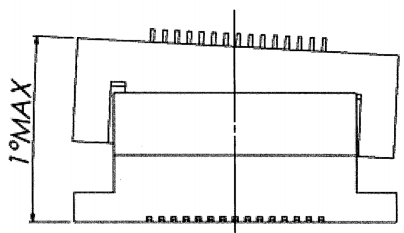
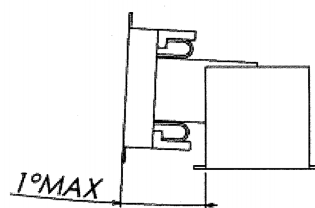

図3/Fig.3
図4/Fig.4
- ・嵌合時の許容角度は図3～図4 になりますので、記載角度以下で使用して下さい。
/Please mate below the angle of the figure 3, 4.